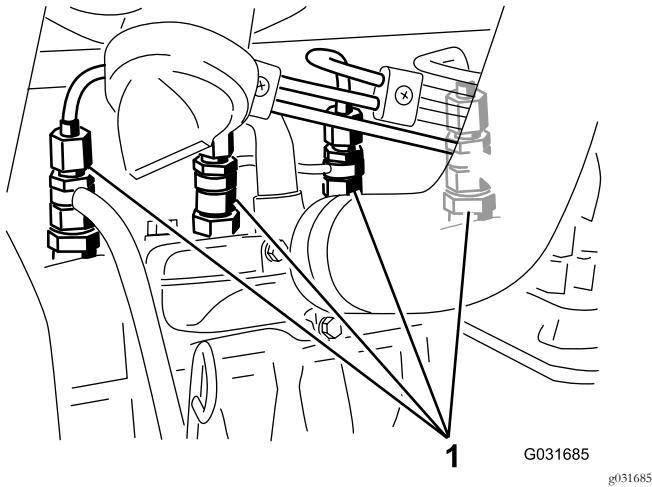

Bild 43
1. Lockern Sie den Leitungsanschluss an der ersten Düse und Halterung (**Bild 43**).